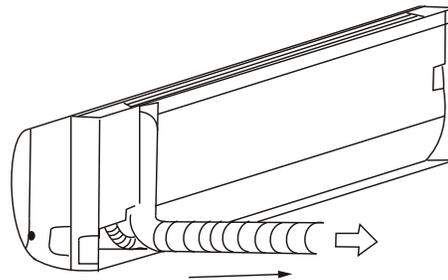

Fig. 5.4
- se référer à la Fig. 5.4 pour plus de détails.